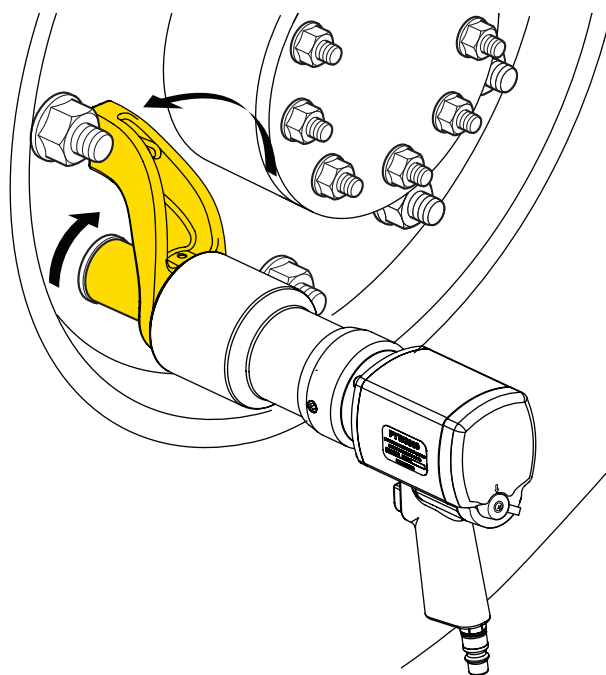

Fig. 8
9. Fig. 8 arată poziția pentru brațul de reacție când pătratul de acționare se rotește în sensul acelor de ceasornic.
Asigurați-vă că maneta de reglare este setată în poziția „F” și că brațul de reacție este poziționat ca în Fig. 8. Apoi apăsați complet declanșatorul și țineți-l apăsat până când cheia se oprește.